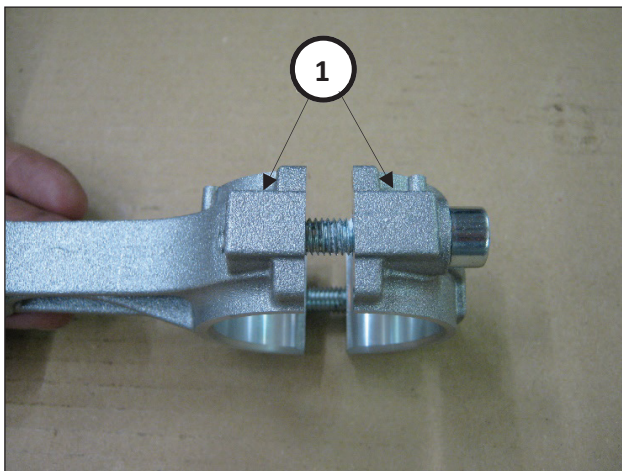

Fig. 9
- Emparelhe as capas de biela em suas respectivas hastes (Fig. 9, pos. ①).